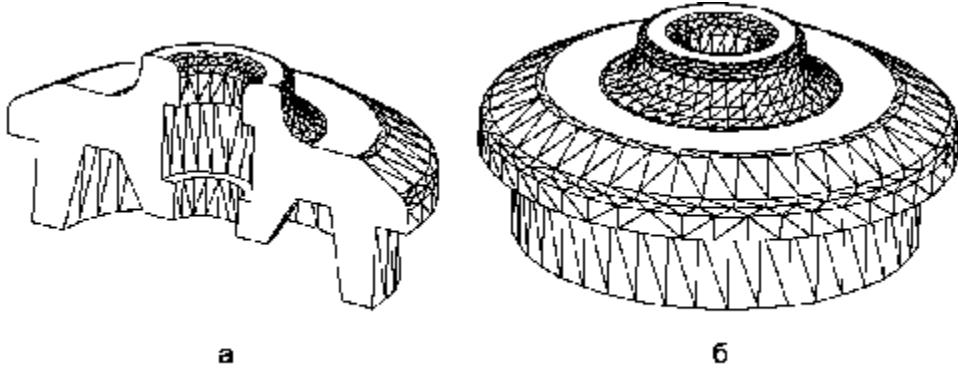

Рис. 11.8. Рабочие чертежи детали
7. Далее на вопрос Specify angle of revolution <360> необходимо ввести 180 для получения отсеченной части детали (рис. 11.8а) или нажать Enter – для создания полной твердотельной модели (рис. 11.8б).